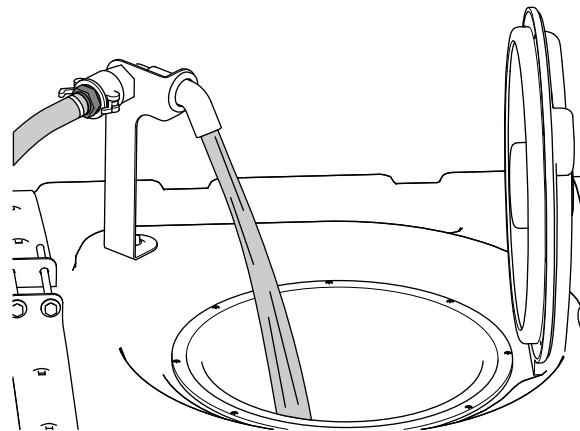

Figura 24
5. Adicione $\frac{3}{4}$ da água necessária ao depósito de pulverização (Figura 24).